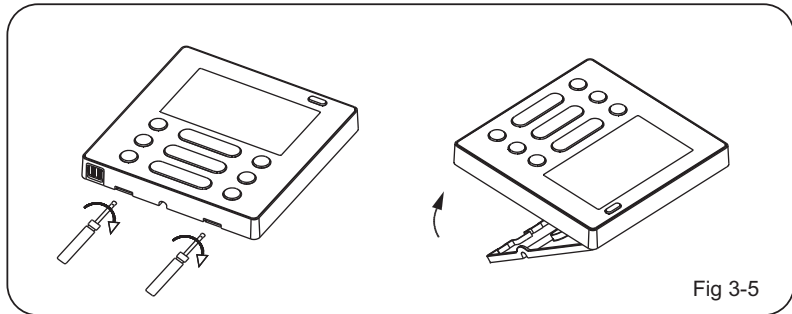

Fig 3-5
4. Saque la cubierta del control remoto cableado en la parte inferior con el destornillador plano. (Vea Fig.3-5)